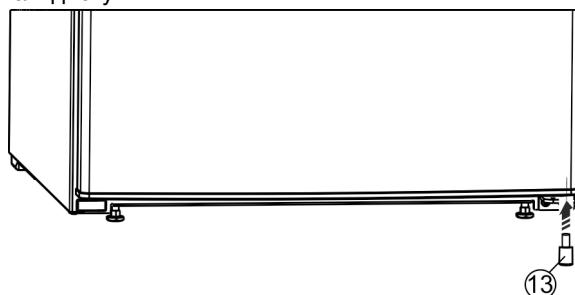

Fig. 11
- Знову вставте розпірку Fig. 11 (13) у дверцята внизу справа, оскільки вона потрібна для забезпечення стійкості пристрою.